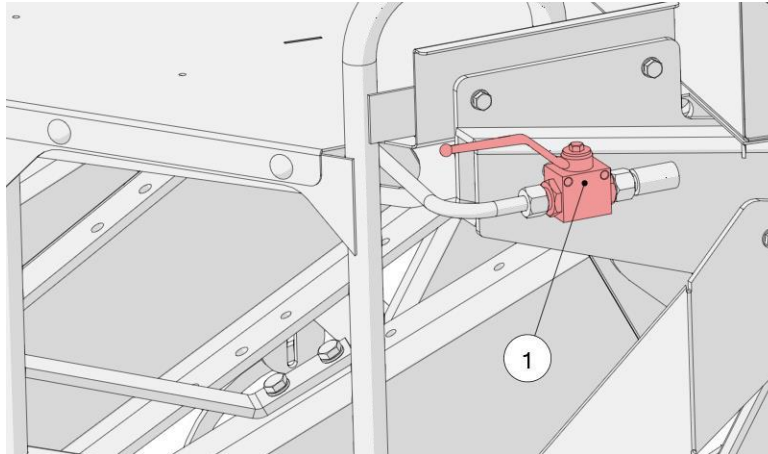

Figura 49. Válvula de cierre de la compuerta trasera
Se utiliza una válvula de cierre hidráulica (1) para evitar que la compuerta trasera descienda de forma indeseada (figura 49). Para ello, abra la compuerta trasera y, a continuación, gire la válvula de cierre (1) a la posición de cerrado. Para desbloquear la cámara trasera, hay que girar la válvula a la posición de funcionamiento y, a continuación, cerrar la cámara.